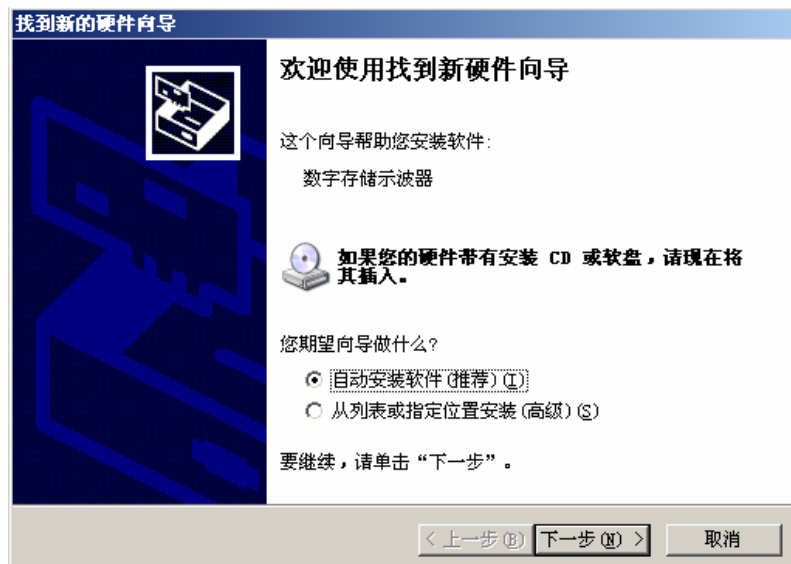

图1-12
稍后，在桌面上自动弹出“硬件更新向导”对话框，如图1-12所示：
- 3、在图1-12找到新的硬件向导对话框中，如图所示选择“自动安装软件(推荐)(I)”选项，并单击“下一步(N)” ，进入如图1-13所示，自动查找和安装驱动程序。